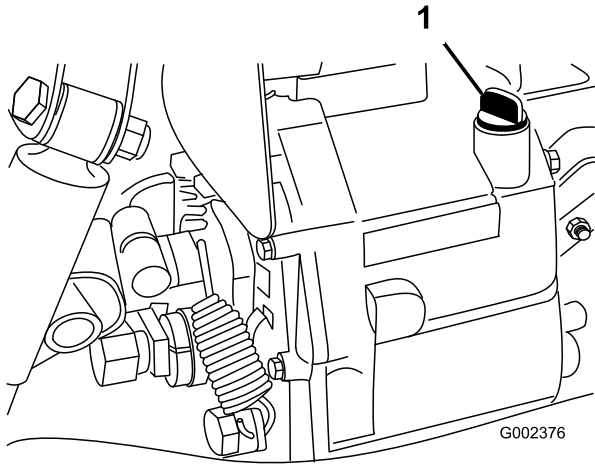

Figura 68
- Curățați zona din jurul joiei (Figura 68).